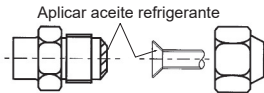

Fig. 7-2
- (3) Aplique aceite refrigerante en la superficie abocardada. (Fig. 7-2)
- (4) Conecte inmediatamente los tubos de refrigerante. Apriete siempre las tuercas abocardadas según la torsión que se indique en la Tabla 2; para ello, utilice una llave dinamométrica y llave doble.